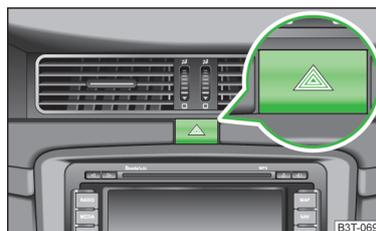

Fig. 53
- Press the **▲** » Fig. 53 button.